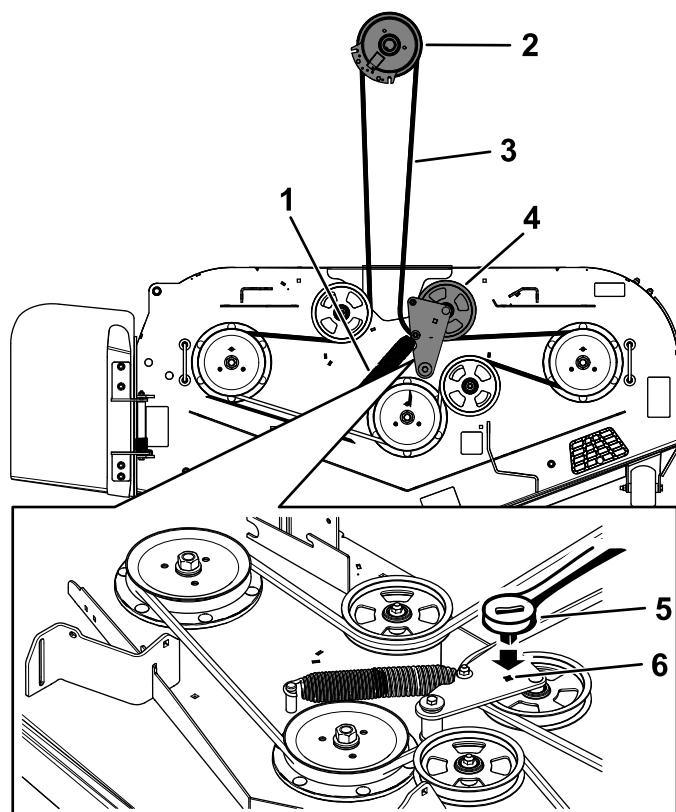

Figura 64
5. Utilice una llave de carraca de  $\frac{3}{8}$ " en el orificio cuadrado del brazo tensor para aliviar la tensión del muelle tensor (Figura 64).
7. Instale la guía de la correa en el brazo tensor tensado con muelle (Figura 64).
9. Pase la correa nueva alrededor de las poleas del cortacésped y de la polea del embrague, debajo del motor (Figura 64).
10. Instale la guía de la correa en el brazo tensor (Figura 64).
11. Utilizando la llave de carraca de  $\frac{3}{8}$ " en el orificio cuadrado, instale el muelle tensor (Figura 64).